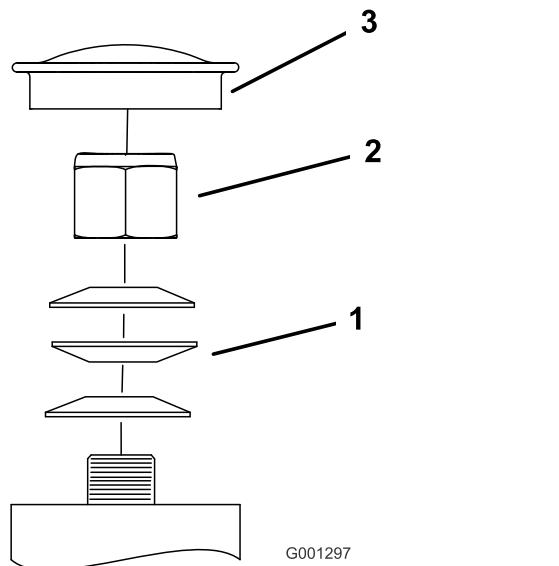

Figure 74
3. Retirez le capuchon antipoussière de la roue pivotante et serrez le contre-écrou (Figure 74).
4. Continuez de le serrer jusqu'à ce que les rondelles élastiques soient aplatis, puis desserrez-le de  $\frac{1}{4}$  de tour pour obtenir la précharge correcte des roulements (Figure 74).
**Important:** Veillez à placer les rondelles élastiques comme montré à la Figure 74.
5. Remettez le capuchon antipoussière en place (Figure 74).